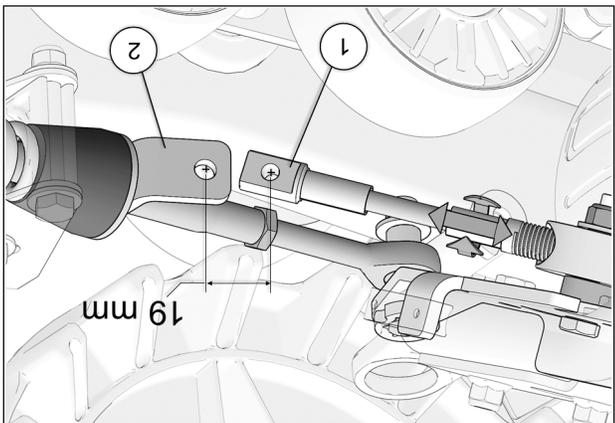

Fig. 31
18. Tourner le volant du véhicule au maximum de la course du côté gauche. En maintenant une pression au volant, ajuster le câble (en vissant ou dévissant pour ajuster la longueur). Voir la Fig. 31
19. Obtenir une distance de 19 mm [$\frac{3}{4}$ po.] du centre de l'extrémité du câble (1) au centre de l'extrémité du support de fixation (2). Voir la Fig. 31